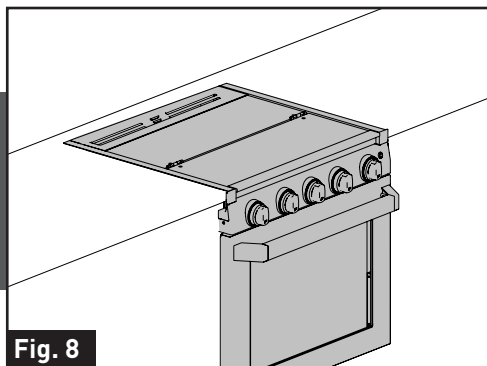

Fig. 8
9. Le Cuisinière intégrée/ four a hotte est complètement installée dans l'armoire. (Fig. 8)